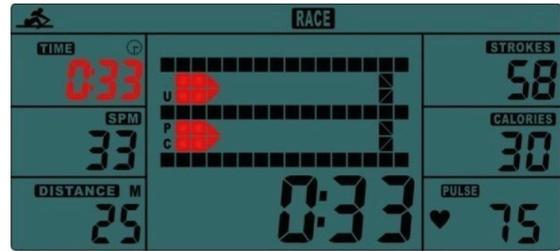

Fig. 6
*STOP desaparece del indicador. USER y PC se muestran en la matriz (fig. 6).*